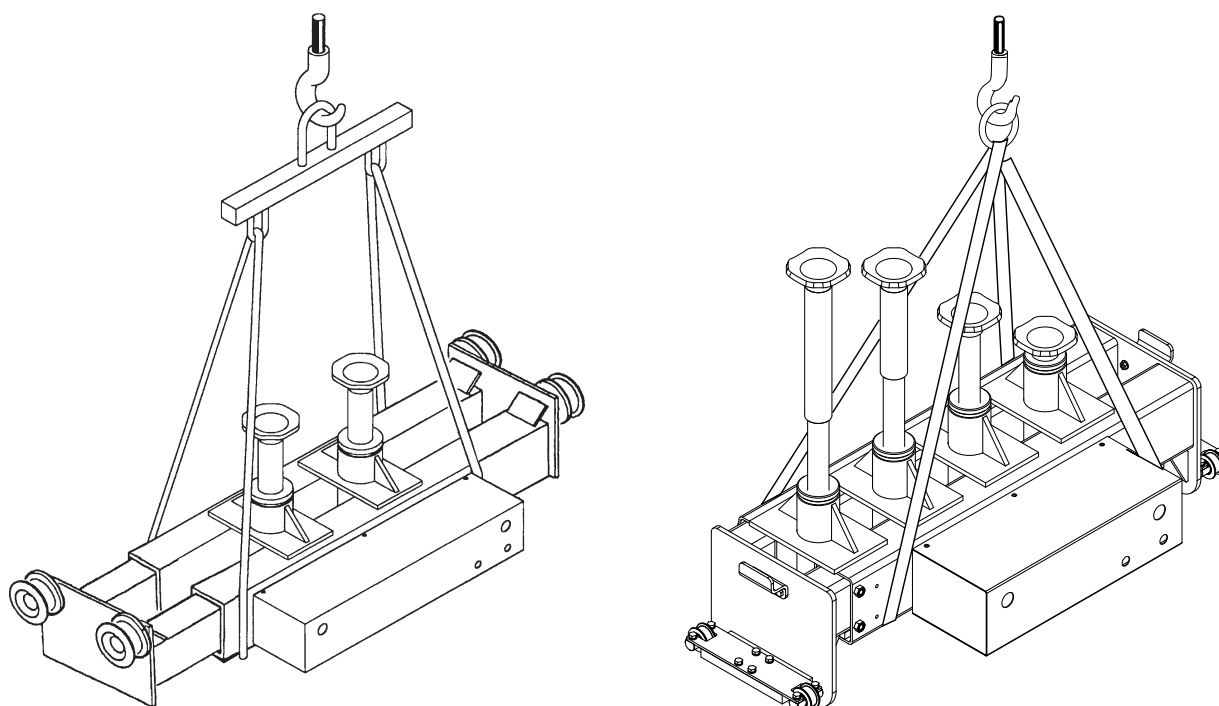

Fig. 3
- sollevare la macchina mediante l'uso di carrello elevatore (gru) posizionando le brache come indicato in **Fig.3**;
- use a fork-lift truck (crane) to handle the equipment placed in a sling as shown in **Fig.3** ;
- die Einrichtung mit einem Gabelstapler (Kran) anheben und die Seile gemäß **Abb. 3** positionieren.
- de soulever la machine à l'aide d'un chariot élévateur (grue) en positionnant les bras comme indiqué à la **Fig.3**;
- elevar la máquina mediante el carro elevador (grua) colocando las eslingas como indica la **Fig.3** ;